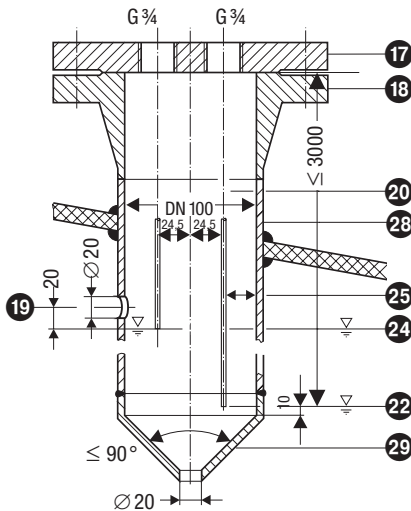

Fig. 18 Beschermbuis (lokaal) bij toepassing als
- Een niveauelektrode NRG 1...-51 kan met een GESTRA-niveauelektrode, een niveauschakelaar of -transmitter voor de waterpeilregeling en waterstandbegrenzer in een gemeenschappelijke beschermhuis resp. meetvat worden ingebouwd (binnendiameter 100 mm). **Fig. 18.** Daarbij moet bij een inwendige inbouw de NRG 1...-50 (waterstandbegrenzing) op minimaal 40 mm afstand van de bovenste ontluuchtingsopening liggen.